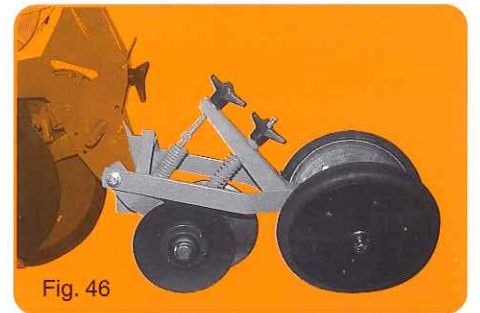

Fig. 46
- Blocs arrière à disques (fig. 46).
- Rear unit with two discs Ø 200 (fig. 46).
- Bloque rueda trasera con dos discos (fig. 46).